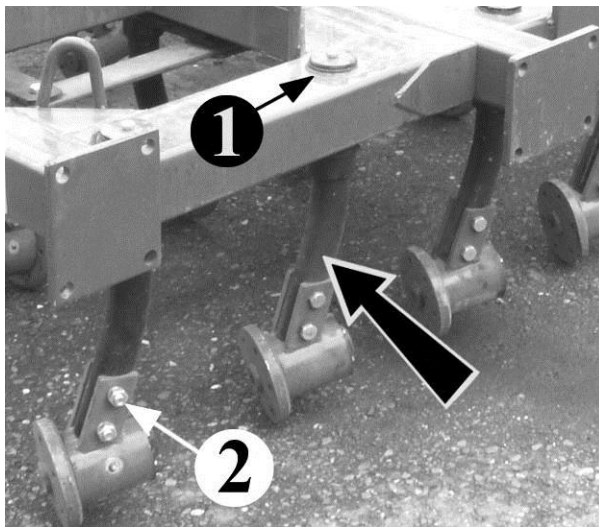

Рис. 4.1.1.
4.1.3. На раме во втулках установлены стойки рабочих органов в сборе с подшипниковым узлом (рис.4.1.1). Стойки фиксируются с помощью шайбы 1 болта М10х35 мм и шайбы пружинной. Подшипниковый узел устанавливается на стойку с помощью двух болтов 2 М16х85, гаек и шайб пружинных.